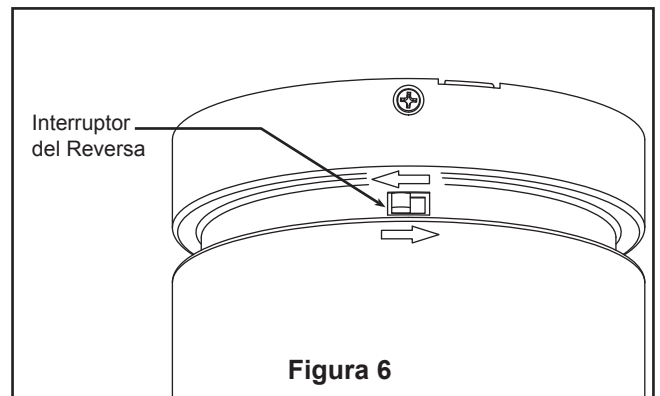

Figura 6
6. Instale el conector de 2 clavijas desde unidad de luz LED conexión a la unidad del motor. (Figura 6)
6. Si desea que el flujo de aire se desplace en la dirección opuesta, apague el ventilador y espere a que las aspas se detengan. Luego deslice el conmutador inversor a la posición contraria y vuelva a encender el ventilador. (Figura 6)